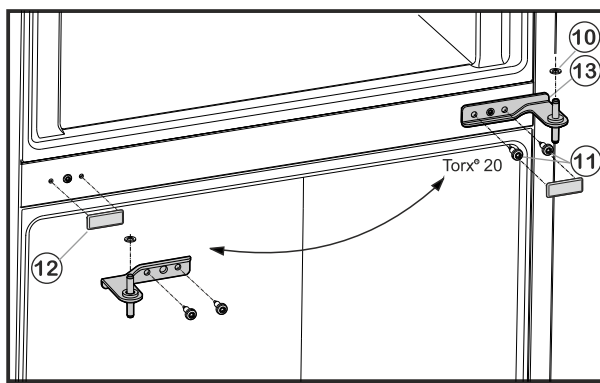

Fig. 5
- ▶ Desserrer les vis de fixation Fig. 5 (11) (2 fois Torx® 20) et retirer le support de palier du milieu de la porte inférieure.
- ▶ Retirer la rondelle en plastique Fig. 5 (10).
- ▶ Retirer le cache Fig. 5 (12) avec précaution.
- ▶ Replacer le cache Fig. 5 (12) du côté opposé.
- ▶ Remettre en place le support de palier du milieu Fig. 5 (13) à 180° dans la porte inférieure et la visser solidement à l'aide des vis de fixation Fig. 5 (11) (2 fois Torx® 20) sur le nouveau côté de la charnière (**avec 4 Nm**).
- ▶ Remettre en place la rondelle de plastique Fig. 5 (10).
- ▶ Mettre en place la porte supérieure sur le support de palier Fig. 5 (13).